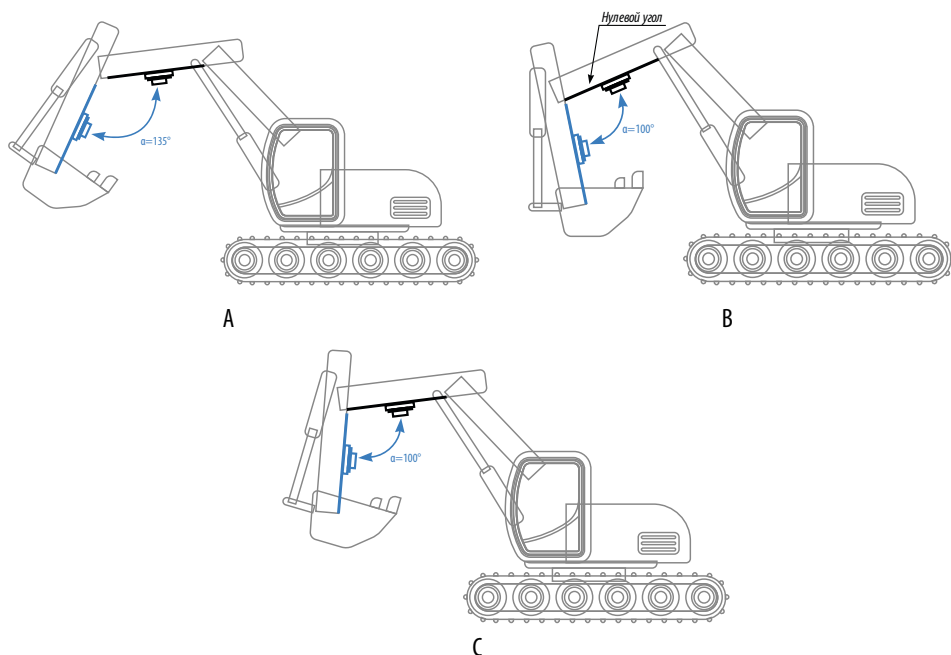

Рис.24. Разностный режим.
- Мастер осуществляет измерение угла относительно датчика, который является помощником (Рис.24, А).
- Нулевой уровень задается помощником (Рис.24, В).
- Угол наклона остается постоянным при отклонении механизма, если при этом не меняется угол между помощником и мастером (Рис.24, С).